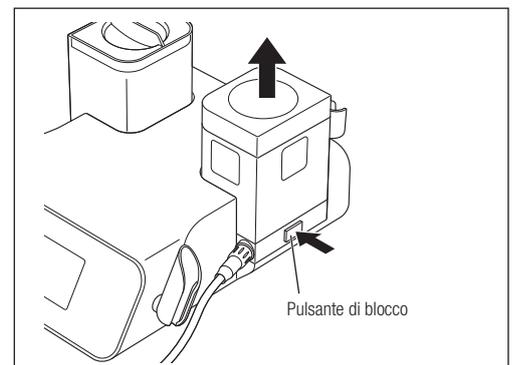

Fig. 42
- 3) Premere il pulsante per rimuovere il serbatoio, dopodiché tirarlo verso l'alto (Fig. 42).